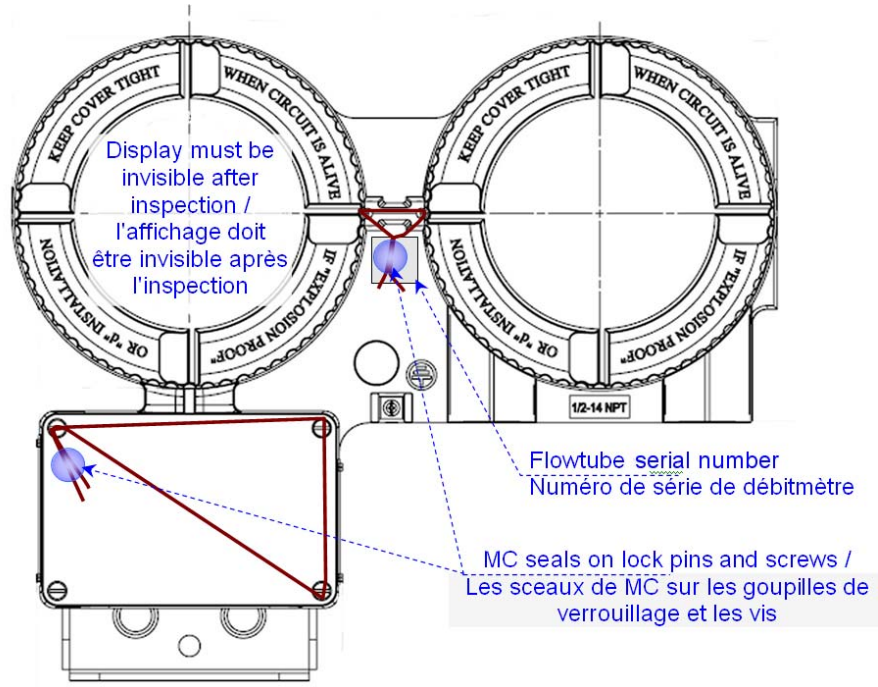

Figure 3. CFT51 schematic front view; Sealing points. Local display is located under the left cap. /
2. The CFT51 housing covers (screw-on caps): locking pins are screwed all the way in and then caps are fully tightened. Then the two locking pins are partially unscrewed so that the holes on the pins are visible. The holes are then aligned so that they can be sealed using "wire & lead" type MC seal, as shown in Figure 3.
3. The CFT51 transmitter junction box: sealing is done using "wire & lead" type seal through the holes in the three elongated screws as shown in Figure 3.
2. Les couvercles de logement du CFT51: des goupilles de verrouillage sont vissés à fond et puis les couvercles sont bien serrés. Ensuite, les deux goupilles de verrouillage sont partiellement dévissées de sorte que les trous sur les goupilles soient visibles. Les trous sont ensuite alignés afin qu'ils puissent être scellés avec un sceau de type "fils et plomb", tel que montré dans la Figure 3.
3. Le boîtier de raccordement du transmetteur CFT51: son scellage est réalisé en utilisant un sceau de type "fils et plomb" à travers les trous dans les trois vis allongées (voir la Figure 3).
- One of the CFT51 labels is located on the side of the junction box (Figure 5) and the other one in between the two caps (Figure 3).
- L'une des plaques du CFT51 est située sur le côté du boîtier de raccordement (Figure 5) et l'autre entre les deux couvercles (Figure 3).
Figure 5. W&M required labels: (a) CFT51 nameplate, (b) CFT51 label between the two caps that identifies the serial number of the associated flowtube (Figure 3), (c) approval plate welded to one side of the housing (for location see Figure 4), and (d) CFS20 nameplate on the opposite side of the housing. /
Les étiquettes requises pour le P&M: (a) la plaque signalétique du CFT51, (b) l'étiquette du CFT51 entre les deux couvercles qui indique le numéro de série du débitmètre raccordé (Figure 3), (c) la plaque d'approbation soudée sur un côté du boîtier (pour l'emplacement, voir la Figure 4), et (d) la plaque signalétique de CFS20 sur l'autre côté du boîtier.